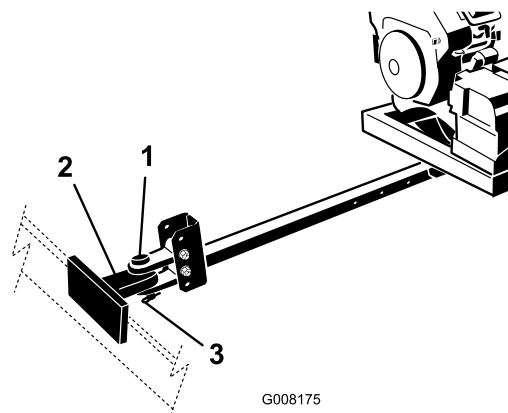

Figura 5
4. Ligue o engate da forquilha do soprador ao engate do veículo de reboque com o pino de engate e o contrapino (Figura 5).